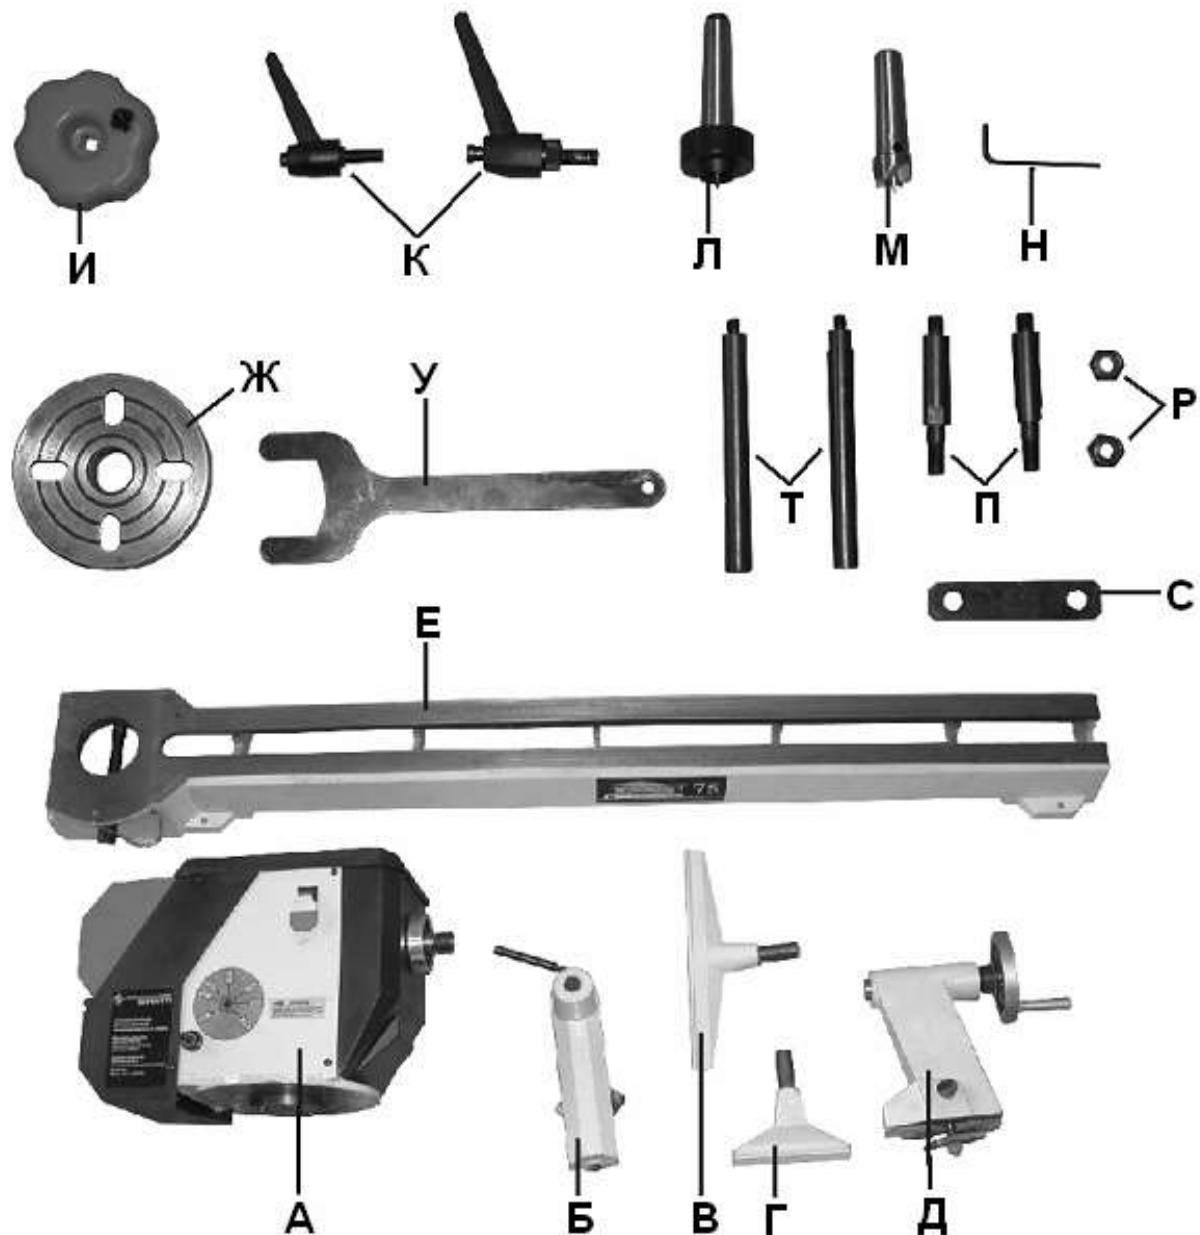

Рис.1.
- 3.1. В комплект поставки (Рис.1) входит: